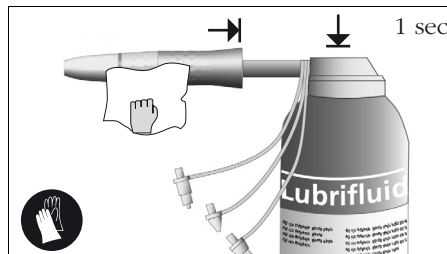

fig. 5
- Presione el spray 1 segundo fig. 5.